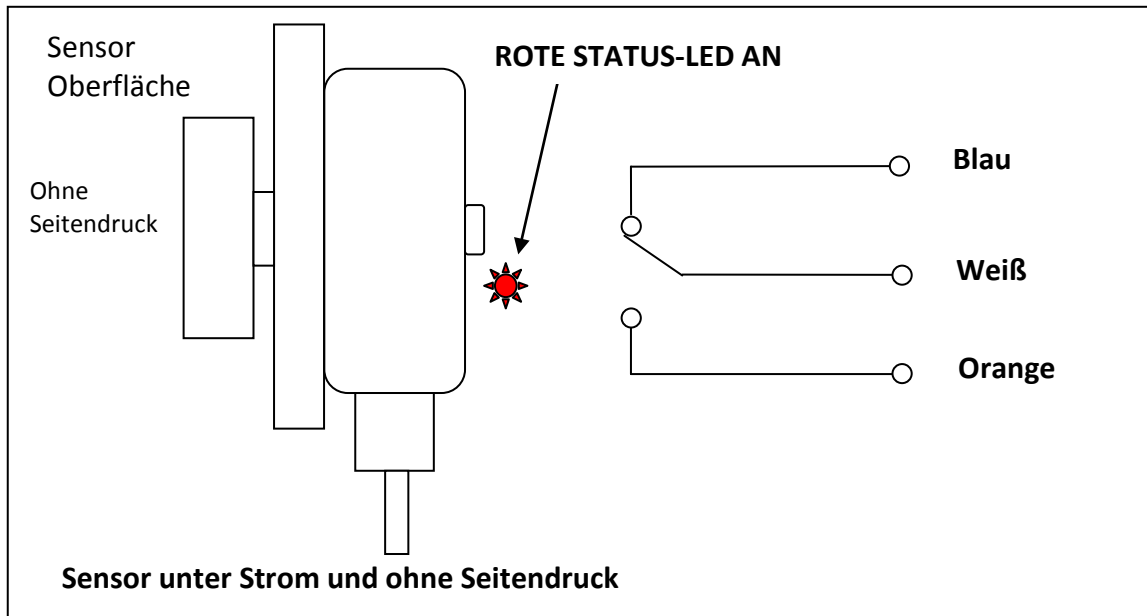
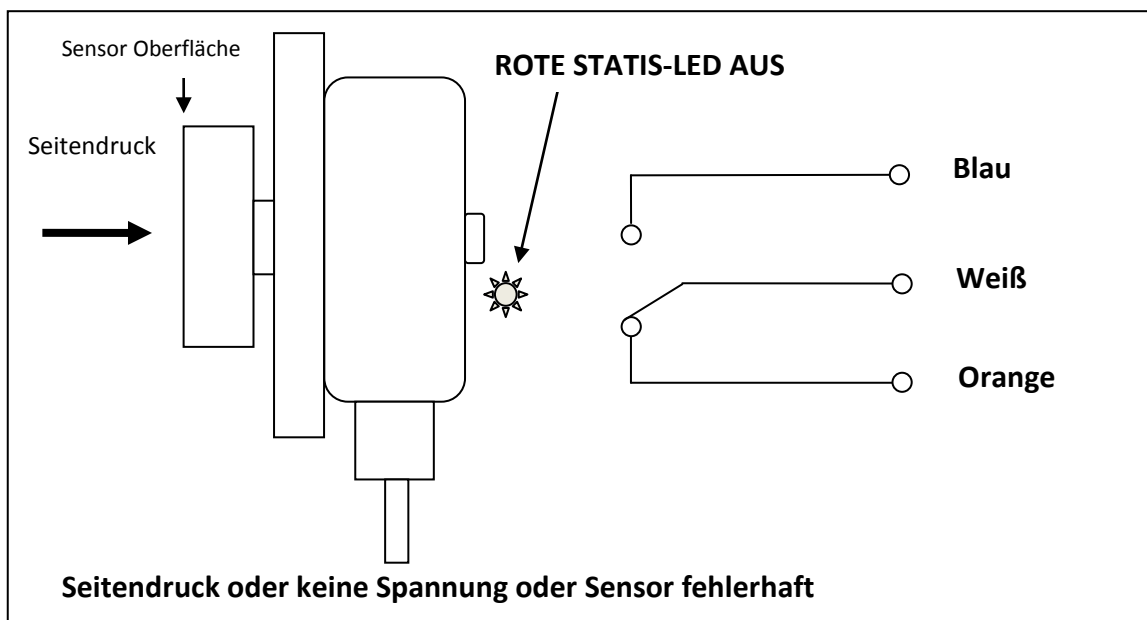

Abbildung 9 - TouchSwitch™ ohne Seitendruck
Abbildung 10 - TouchSwitch in Alarmstellung
Dies ist ein mechanischer Drucksensor. Der Sensor reagiert auf den von Bändern ausgeübten Seitendruck. Wenn der **Druck höher ist als 3,6 kg**, schaltet der Sensor das Relais **auf Alarm** (siehe Abbildung 10). Wenn der Sensor korrekt angeschlossen ist, funktioniert und kein Druck auf die Oberfläche ausgeübt wird, schaltet der Sensor das Relais ein und zeigt den regulären Betriebszustand durch Aufleuchten eines Status-LED an (siehe Abbildung 9).
- 1) Überzeugen Sie sich, dass die rote Status-LED ‚Ausgang‘ am Gehäuse des Sensors (siehe Abbildung 9) AN ist und weder der Gurt noch die Trommel den Sensor berühren
- 3) Überprüfen Sie, ob die Alarm- und Abstellrichtungen des gesamten Systems vorschriftsmäßig funktionieren (siehe Abbildung 10)